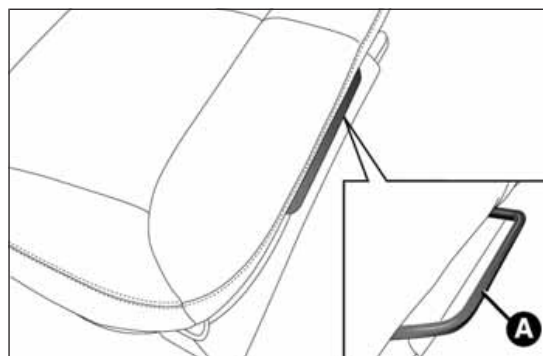

Abb. 2
- Den Hebel A Abb. 2 betätigen und den Sitz der zweiten Sitzreihe nach vorne schieben;